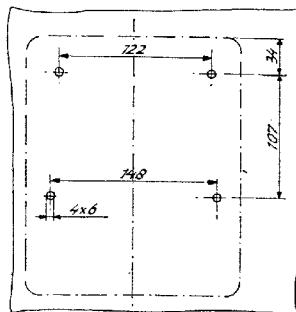

Fig. 4
- Door middel van vier schroeven. Hiervoor zijn de maten aangegeven in fig. 4.